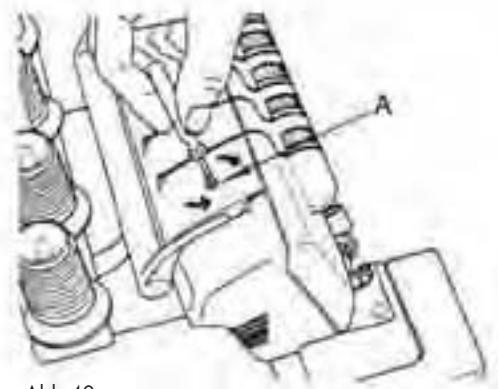
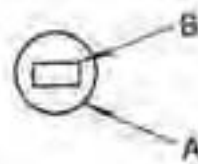

Abb.40
Abb.41
Führen Sie den kleinen Schraubendreher in das Loch auf der Oberseite der Maschine (Abb. 40). Hier befindet sich die Druckeinstellschraube (A). Stellen Sie sicher, dass der Schraubendreher in den Schlitz der Druckeinstellschraube (B) greift (Abb. 41).